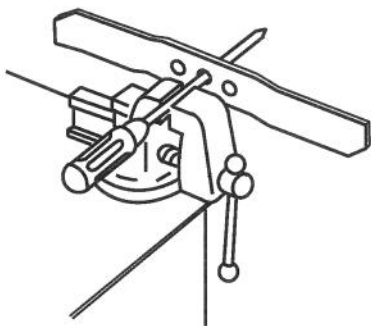

Figure 27
1. Pour vérifier l'équilibrage de la lame, l'enfiler par son trou central sur un tournevis ou un clou maintenu à l'horizontale dans un étau (Fig. 27).